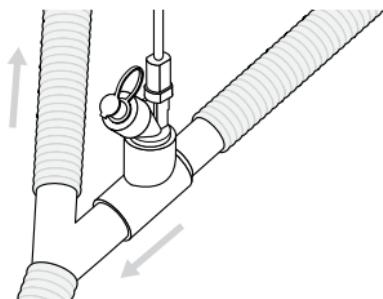

Abbildung 5. Aerogen Solo mit einem Beatmungsschlauchsystem für Erwachsene verbinden
- Bei 22-mm-Beatmungsschlauchsystemen für Erwachsene den Vernebler mit dem T-Stück für Erwachsene im Inspirationsschenkel des Beatmungsschlauchsystems vor dem Y-Patientenanschlussstück anschließen (Abbildung 5).
Bei Beatmungsschlauchsystemen für Kinder (15 mm) den Vernebler mit dem T-Stück für Kinder im Inspirationsschenkel des Beatmungsschlauchsystems vor dem Y-Patientenanschlussstück anschließen, wie in Abbildung 5 anhand des T-Stücks für Erwachsene gezeigt.